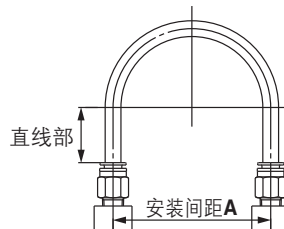

图1 推荐配管图
#### ①在快换接头上配管时，请按照图1的推荐配管条件，选择软管长度有余量的配管。